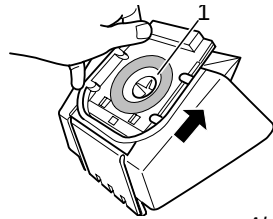

Abb. 20
3. Ziehen Sie den Staubbeutel (Abb. 20/1) nach oben aus dem Staubbeutelhalter.